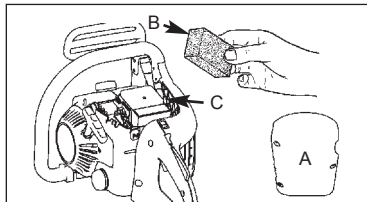

Fig. 15
1. Verwijder het bovenste deksel (A) door de schroeven los te draaien en het op te tillen.
2. Neem de luchtfilter (B) uit zijn behuizing (C) (Fig. 15).